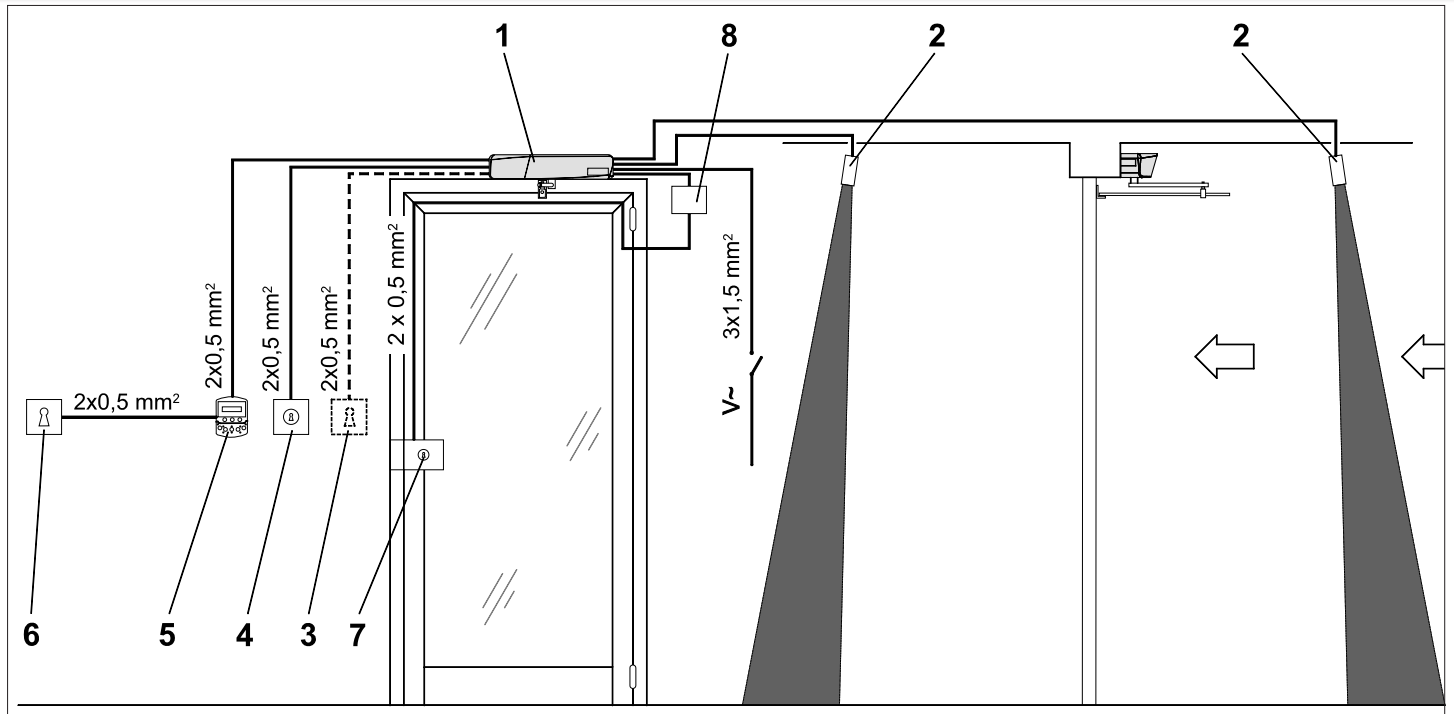

Fig. 2a
2. ELECTRICAL SETUP (fig. 2a Standard system)